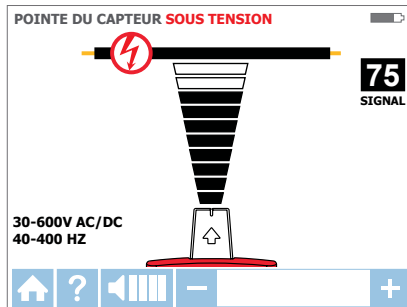

Figure 3.1g : Écran du récepteur indiquant le signal détecté en mode CAPTEUR DE POINTE sous tension
4. Balayez la zone cible avec le capteur de pointe pour trouver le niveau de signal le plus élevé (Figure 3.1g). En traçant, réglez de temps en temps la sensibilité pour maintenir l'intensité du signal autour de 75. Augmentez ou diminuez la sensibilité en appuyant sur + ou - sur le clavier numérique. Si le signal est trop fort pour une localisation précise, passez le transmetteur en mode FAIBLE.